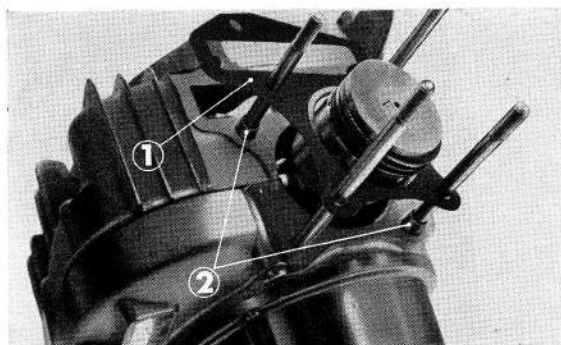

Figure 2-34 : ① joint de cylindre
4. Avant de monter le cylindre, vérifier que le joint de cylindre et les deux goujons creux sont en place (figure 2-34).